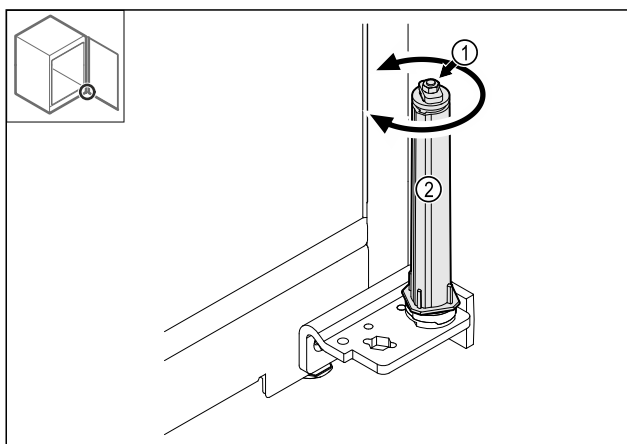

Fig. 41
- Lukkesystemets forskrunding Fig. 41 (1) må ikke skilles ad.
- Drej lukkesystemet Fig. 41 (2), til det går i indgreb.